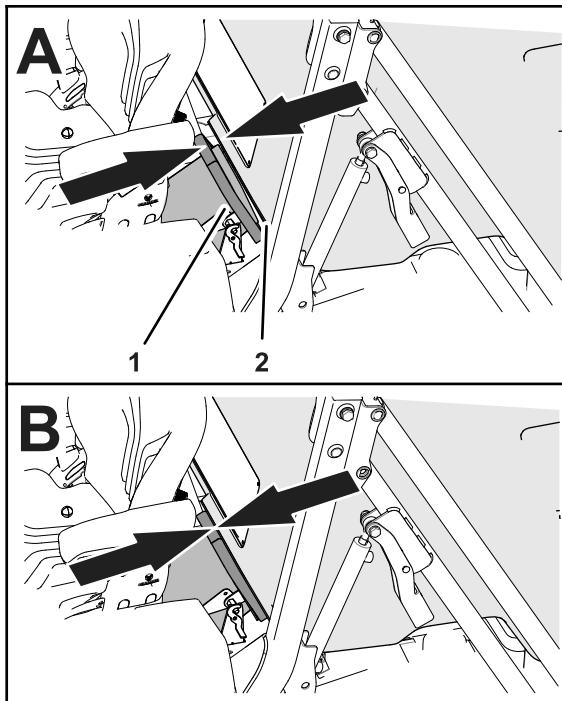

Figura 109
3. Deslize a tremonha para a frente e para trás até a entrada da tremonha ficar alinhada com o vedante da calha (Figura 109).